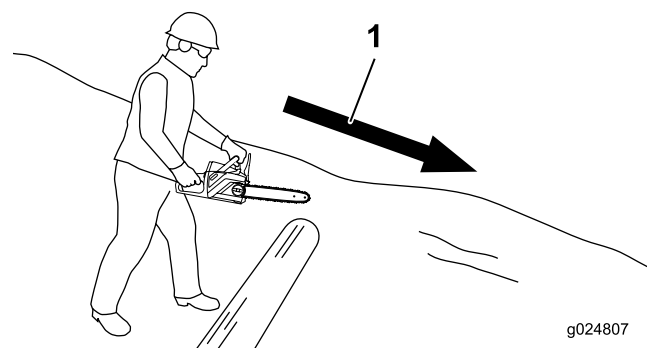

Figura 21
- Si el tronco está en una pendiente, colóquese siempre cuesta arriba respecto al tronco (Figura 21).